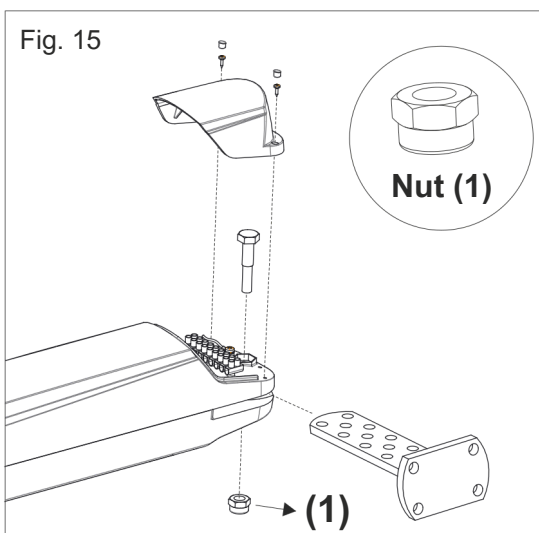

Fig. 15
Om het schommelen van de opener tijdens het bedienen te voorkomen, wordt aanbevolen om moer (1) (Fig. 15) af te stellen, zonder de rotatie van de opener op de bevestigingsbeugel te blokkeren.